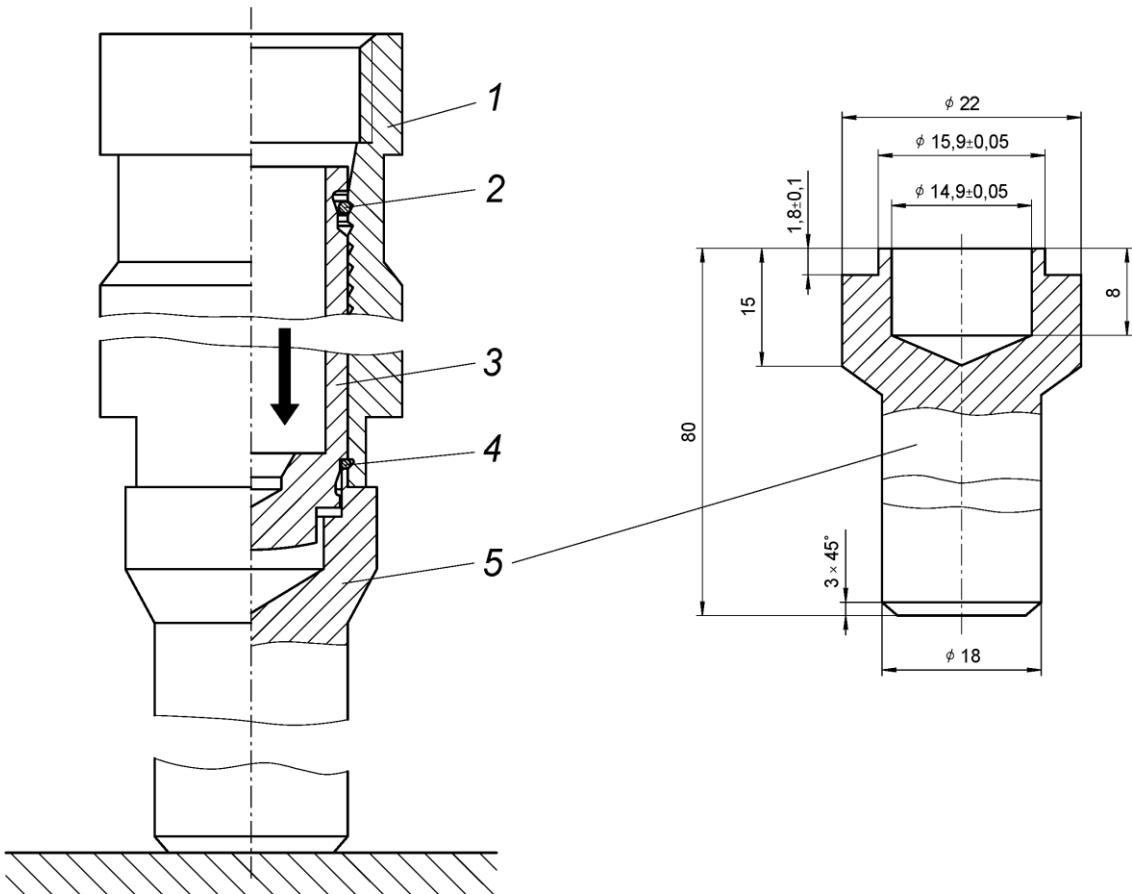

Рисунок 63. Сборка гидронатяжителя с помощью оправки:
- на закрепленную вертикально оправку 5 (рис.63) установить корпус гидронатяжителя 1;